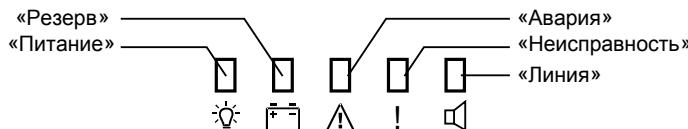

Рисунок 1
1.4.6 Индикация режимов работы блока осуществляется посредством пяти индикаторов (см. Рис. 1) и встроенного звукового сигнализатора.
1.4.13 Режим «Определение состояния АС» служит для проверки функционирования АС. Для перевода блока в режим «Определение состояния АС» необходимо на датчике вскрытия корпуса набрать специальную кодовую комбинацию (одно длинное-три коротких нажатия-одно длинное). Блок переходит в режим «Определение состояния АС» и индикатор «Линия» (см. Рисунок 1) начинает часто мигать, после чего производится контроль и сохранение сопротивления нагрузки линии оповещения. Если при контроле сопротивление нагрузки < 3 Ом или > 21 Ом, выход будет находиться в состоянии «КЗ» или «Обрыв» соответственно.